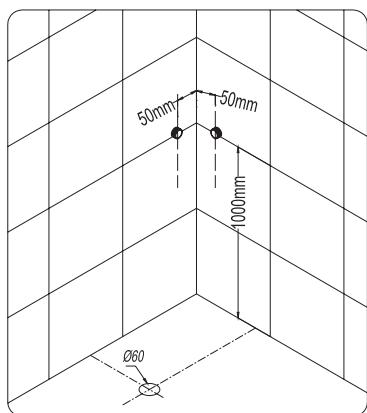

Рис. 1
1. Выберите нужную позицию для установки душевой кабины. Определите расположение источников холодного и горячего водоснабжения, а также дренажное отверстие в полу. Обратите внимание, что слив душевого поддона должен располагаться в 100мм от дренажного отверстия в полу. Рис. 1